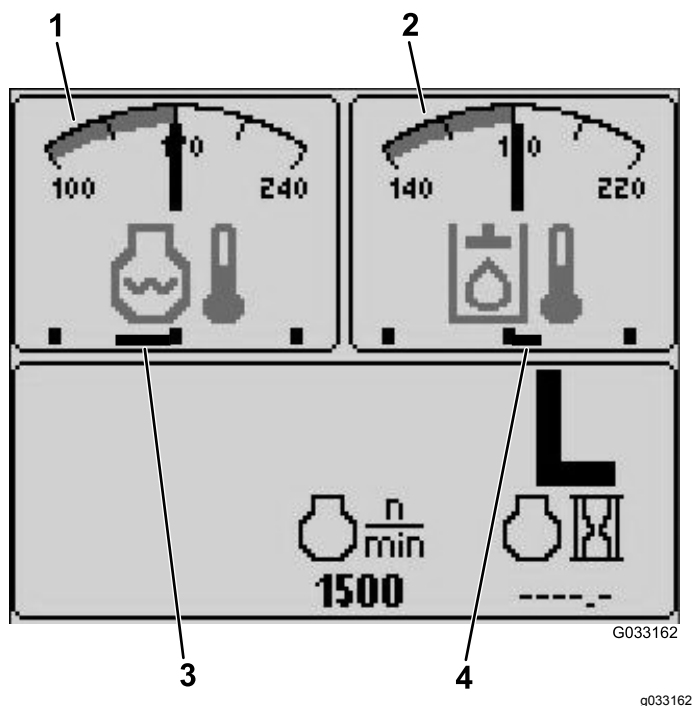

Figura 18
- Indicador da ventoinha e da temperatura do fluido hidráulico — ecrã superior direito (Figura 18)
Nota: No exemplo Figura 18, as ventoinhas de refrigeração do fluido hidráulico estão a trabalhar a 25% na velocidade para a frente.
- Indicador da ventoinha e da temperatura do líquido de refrigeração do motor — ecrã superior esquerdo (Figura 18)
Nota: No exemplo Figura 18, as ventoinhas de refrigeração do motor estão a trabalhar a 50% na velocidade inversa.
A direção da ventoinha também é indicada no ecrã da temperatura do líquido de refrigeração do motor e no ecrã da temperatura do fluido hidráulico. Se a barra estiver à direita da marca intermédia, as ventoinhas estão a trabalhar para a frente. Se a barra estiver à esquerda da marca intermédia, as ventoinhas estão a trabalhar para trás (Figura 18).
Este mostrador indica a temperatura do fluido hidráulico e o estado da ventoinha de refrigeração (Figura 18).
Este mostrador indica a temperatura do líquido de refrigeração do motor e o estado da ventoinha de refrigeração (Figura 18).